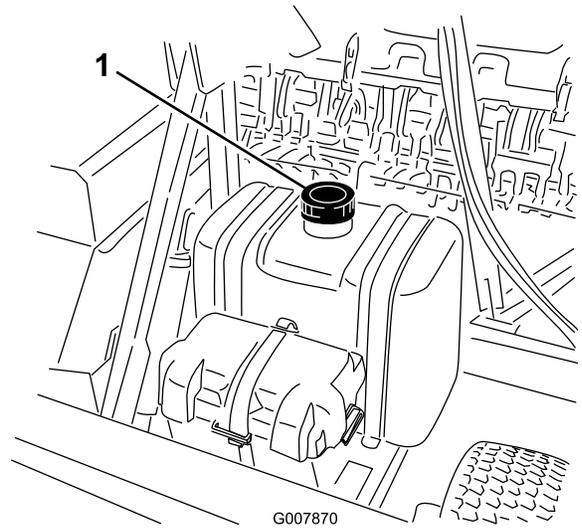

図 28
2. 各燃料タンク図 28のキャップの周囲をきれいに拭いてからキャップを取る。